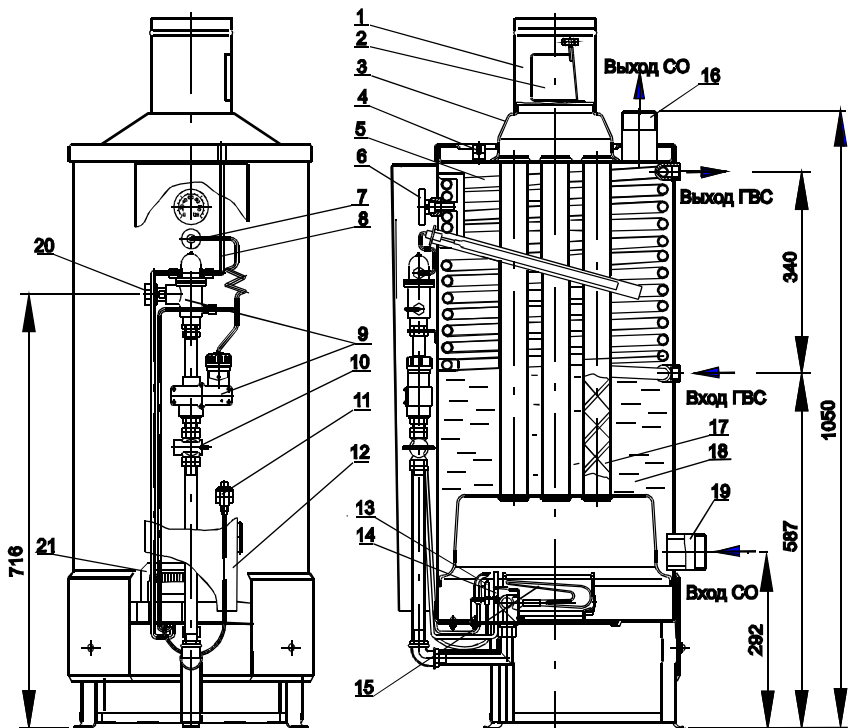
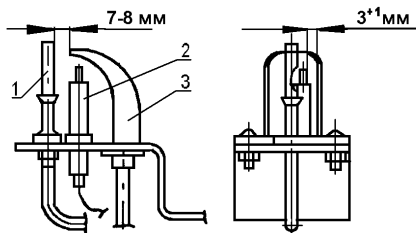

Рис.1 Аппарат комбинированный (отопительный) газовый бытовой Эконом
Рис.3 Устройство запальное
4.1. Аппарат напольного типа имеет цилиндрическую форму. На лицевой стороне установлена дверка 12 (Рис.1).
4.3. Тягопрерыватель 1 (Рис.1) предназначен для автоматической стабилизации величины разрежения в топке аппарата, т.е. уменьшения влияния колебания величины разрежения в дымоходе на тягу в топке аппарата. Для успешной работы дверца тягопрерывателя 2 (Рис.1) должна легко вращаться на оси.
4.5. Автоматика по тяге состоит из датчика тяги 4 (Рис.1), укрепленного на крышке бака и кабеля 8, соединяющего датчик тяги с коробкой магнитной.
4.6. Устройство запальное Рис.3 предназначено для крепления запальника, термопары, свечи зажигания и розжига основной горелки. Для обеспечения воспламенения газа зазор между электродом свечи зажигания и запальником должен быть в пределах 3+1 мм.
5.4. Открывайте кран газовый 10 (Рис.1) перед горелкой только при горящем запальнике. В случае погасания пламени на запальнике и горелке перед повторным зажиганием проветрите помещение.
5.11. Во избежание самопроизвольного срабатывания датчика тяги колпак 3 (Рис.1) не должен касаться биметаллической пластины датчика тяги.
6.8. Установите аппарат вертикально, и проверьте вертикаль по уровню. Установите щиток 21 (Рис.1) в нижней части бака.
6.9. Установите на аппарат тягопрерыватель 1 (Рис.1), обеспечив его строго вертикальное положение. Конец дверцы тягопрерывателя 2 (Рис.1) не должен выступать наружу и должен отклоняться от номинального положения внутрь тягопрерывателя не более чем на 1-2 мм. Дверца тягопрерывателя должна легко вращаться на оси. Колпак 3 (Рис.1) не должен касаться биметаллической пластины датчика тяги 4 (Рис.1).
6.11. Заполните трубу для установки узла “сильфон - термобаллон” 7 (Рис.1) машинным или автомобильным маслом (объем заливаемого масла ~30 см³).
6.12. Проверьте работу пьезорозжига. При нажатии на кнопку пьезорозжига 11 (Рис.1) должна проскакивать искра между электродом свечи 2 (Рис.3) и запальником 3 (Рис.3).